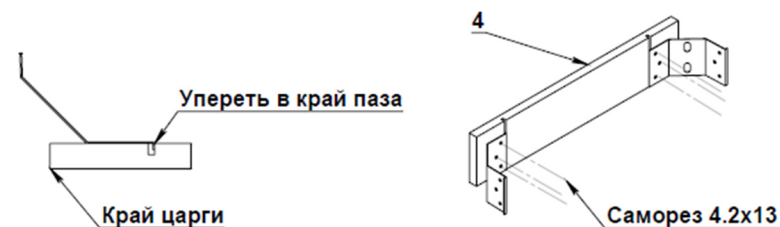

Рисунок 1
- С помощью саморезов 4,2x16 закрепить угловую стяжку к малой царге (4) по наколам, упереть край стяжки к внутреннему краю паза. Установить угловые стяжки с обеих сторон каждой малой царги (рис.1)